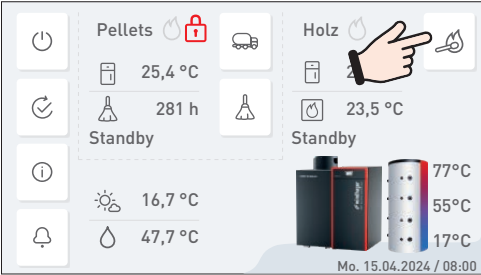
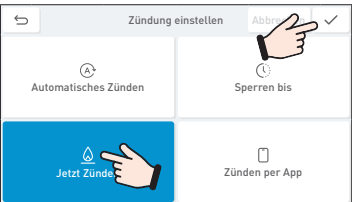

Fig. 25
Fig. 26
Am InfoWIN Touch wird  angezeigt – Fig. 25.
- **Zündung**-Taste  drücken Fig. 25, am Display wird „Automatisch Zünden“, „Mit Sperrzeit“ „Jetzt Zünden“ und „Zünden per App“ angezeigt – Fig. 26.